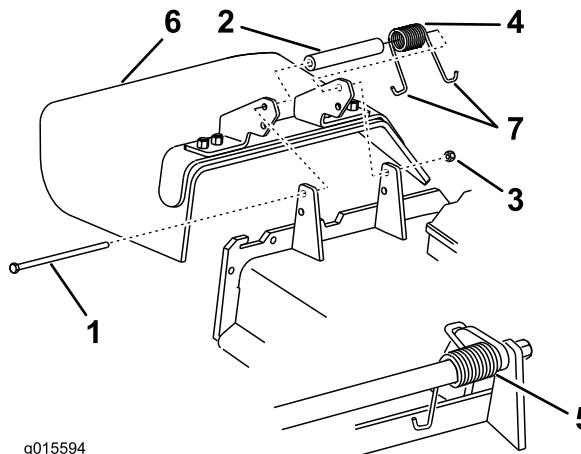

Figure 121
**Remarque:** Assurez-vous qu'une extrémité en J du ressort se trouve derrière le bord du tablier avant de mettre le boulon en place, comme montré à la Figure 121.
6. Placez une extrémité en J du ressort autour du déflecteur d'herbe (Figure 121).
1. Retirez le contre-écrou, le boulon, le ressort et l'entretoise qui fixent le déflecteur aux supports de pivot (Figure 121).
2. Enlevez le déflecteur s'il est endommagé ou usé (Figure 121).